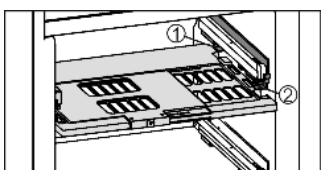

Fig. 8
- ▶ Установка пластины регулировки влажности: поперечные ребра крышки на пластине вставить через низ в задний держатель Fig. 8 (1) и защелкнуть спереди на держателе Fig. 8 (2).